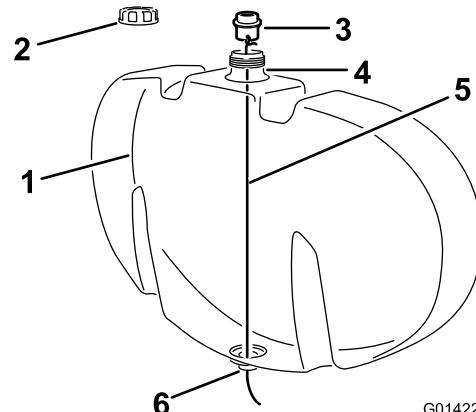

**Figura 7**
- 7. Rimuovete il dado di bloccaggio flangiato (3/8 poll.) del bullone a testa tonda inferiore esterno, nella fascia anteriore destra, montate la staffa della pistola a spruzzo sul bullone a testa tonda e fissate la staffa con il dado di bloccaggio flangiato (Figura 7).